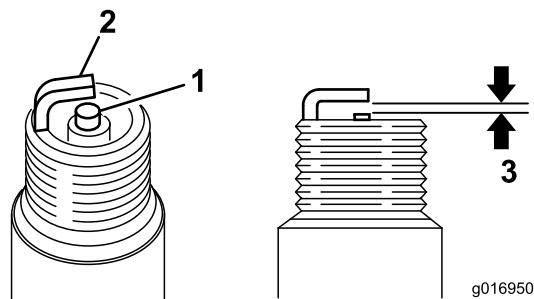

Figura 35
3. Impostate la distanza fra gli elettrodi a 0,6 - 0,7 mm (Figura 35).